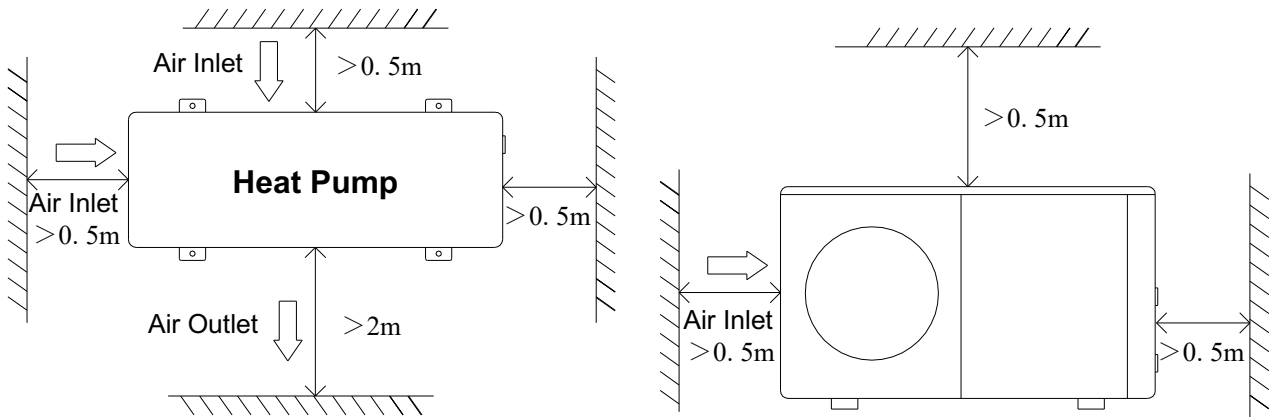

Abb. 1
4. Um die Wartung und Fehlersuche zu erleichtern, sollten die Hindernisse um die Anlage nicht kleiner als 1 m sein. Und es gibt keine Hindernisse in einem vertikalen Bereich von 2 m von der Lüftungsanlage. (siehe Bild 1)